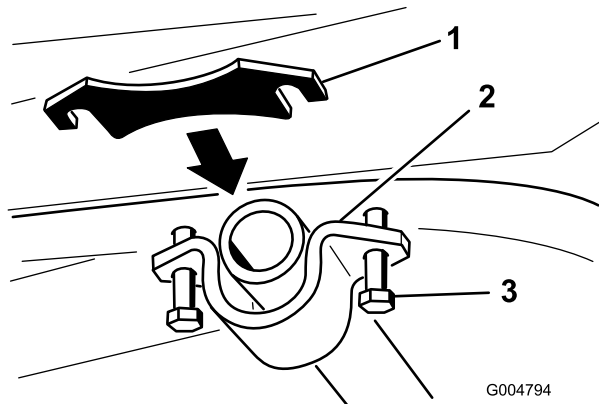

Figura 22
6. Afloje los pernos que sujetan el soporte del tubo de pivote para crear un espacio entre el bastidor y el soporte del tubo de pivote (Figura 22).